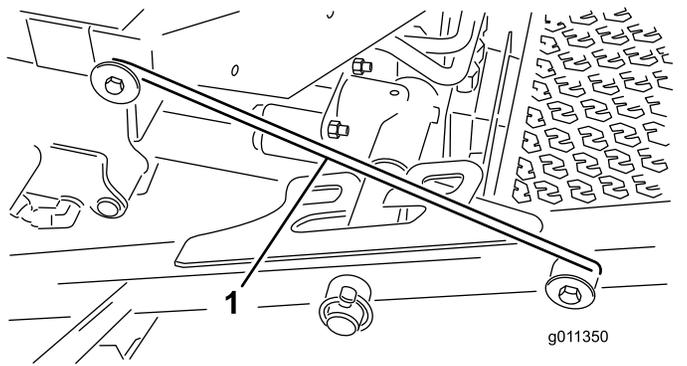

図 36
4. 前のキャリアフレームリテーナからラッチのロッド 図 36 を外す。
5. 前カッティングデッキの外側を持ち上げ、運転台前部のフレームについているピンにラッチを掛ける 図 36。